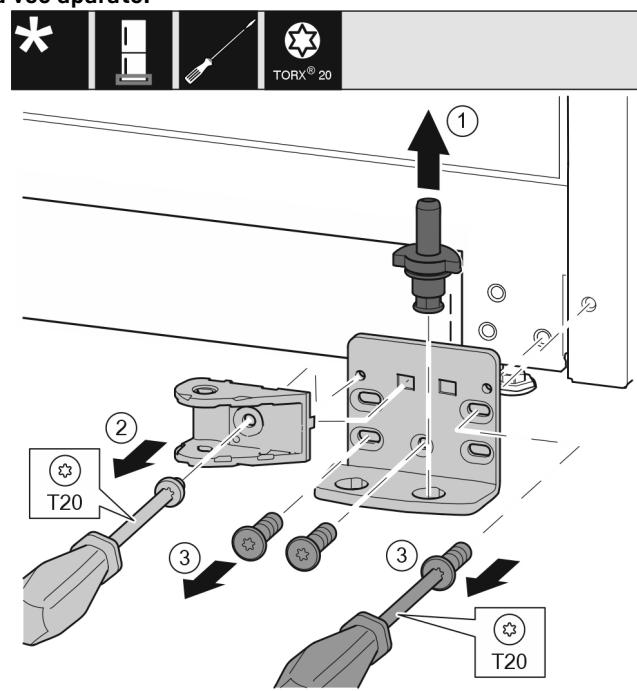

Fig. 34 \*
- ▶ Ležajni sornik v celoti izvlecite navzgor. Fig. 34 (1)\*
- ▶ Vijak odvijte z izvijačem T20 in snemite spoj blažilnika za zapiranje vrat. Fig. 34 (2)\*
- ▶ Vijake odvijte z izvijačem T20 in snemite ležajni podstavek. Fig. 34 (3)\*